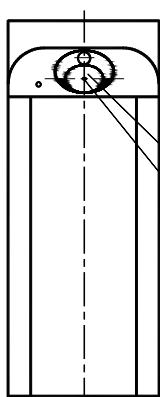

Рис.1
6.4 Установите штанги. Для этого снимите крышечку поворотного механизма (кроме турникета T9M1), открутив винт M5 (рис.1). Закрепите штанги болтами M10, входящими в комплект штанг. Для перевода штанги «антитраница» в положение «проход открыт» оттяните штангу в направлении А (от турникета) на 50-80мм и поверните ее вниз (рис.2). Время открытия штанги «антитраница»